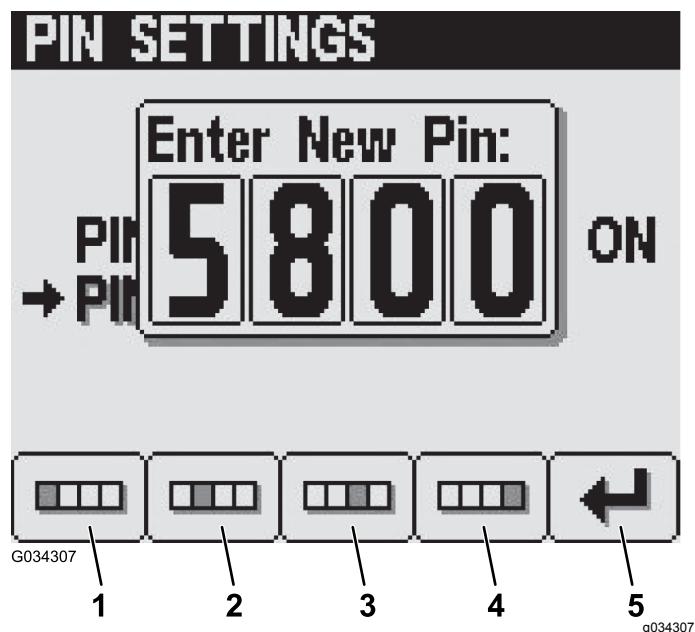

Figure 29
5. Saisissez le nouveau code PIN en utilisant les boutons 1 à 4 puis en appuyant sur le bouton 5 pour confirmer (Figure 29).